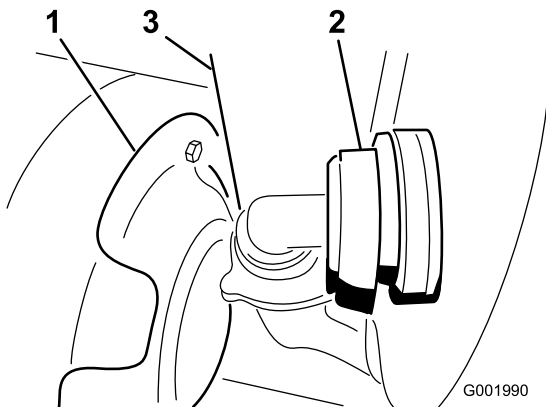

Bild 58
3. Schließen Sie den Schlauch im unteren Bereich vorne am Behälter ab (Bild 58).
Hinweis: Sie müssen das Wärmeschutzblech (Bild 58) möglicherweise zurück drücken, um die Abdeckung abzunehmen.
7. Schließen Sie den Schlauch vorne am Tank an (Bild 58).